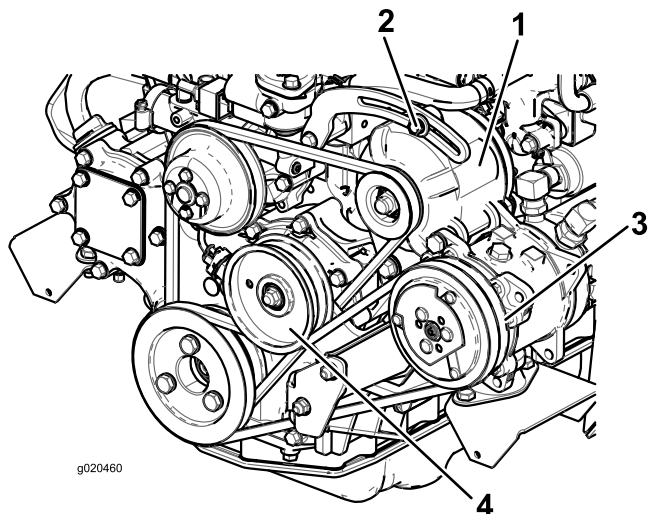

Figure 75
Si vous n'obtenez pas une flèche de 10 mm (3/8 po), desserrez les boulons de fixation de l'alternateur (Figure 75).
2. Si vous n'obtenez pas une flèche de 10 mm (3/8 po), desserrez les boulons de fixation de la poulie de tension (Figure 75).